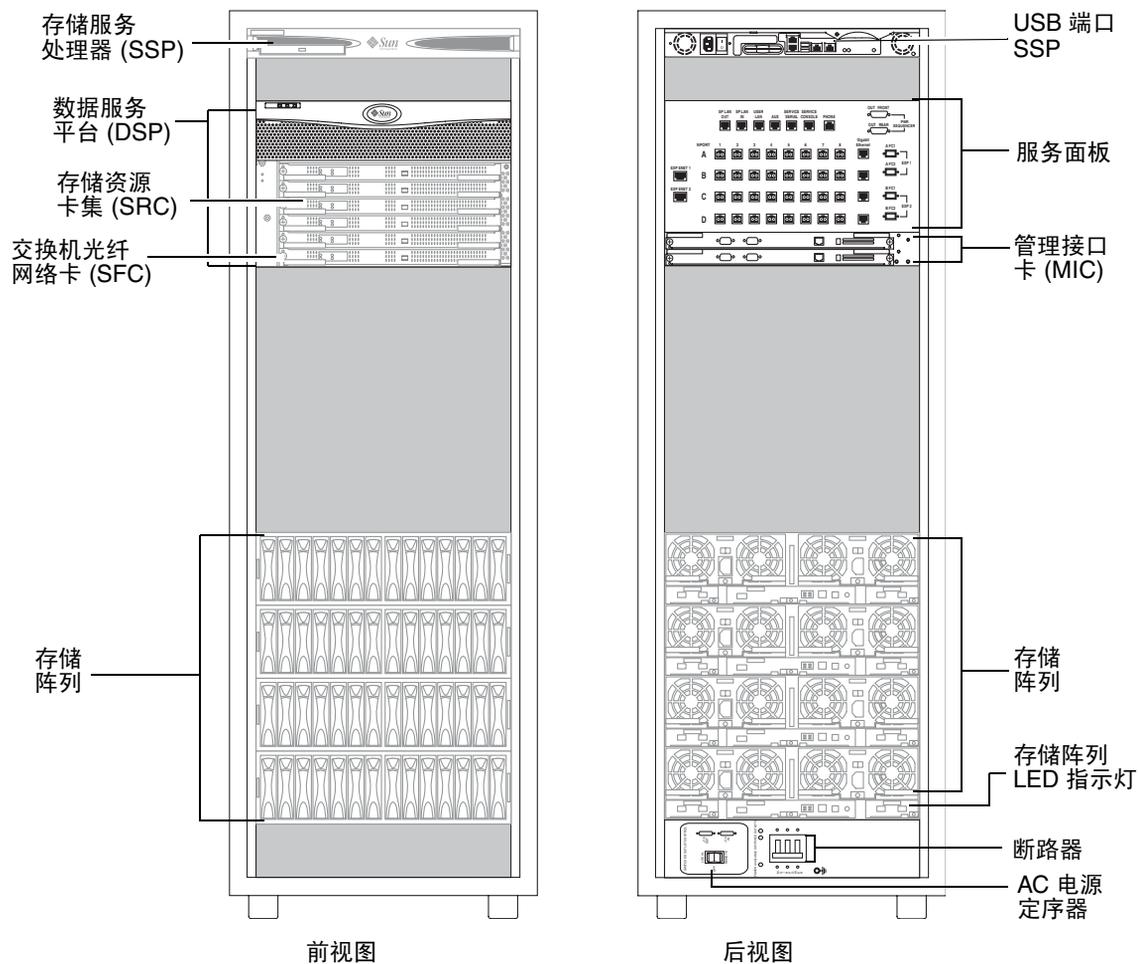

图 1-2 Sun StorEdge 6920 系统基本机箱 — 前视图和后视图
- 图 1-2 Sun StorEdge 6920 系统基本机箱 — 前视图和后视图 3